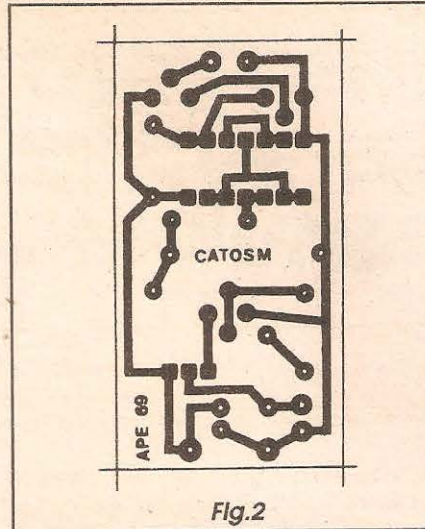

Fig.2
- FIG. 2 - LAY OUT DO CIRCUITO IMPRESSO ESPECÍFICO - O substrato elétrico e mecânico do circuito, ou seja: a placa de circuito impresso, é visto na figura em escala 1:1 (tamanho natural, portanto...), com as ilhas e pistas da sua face cobreada destacadas em negro (as áreas brancas representam as regiões onde o cobre deve ser removido na corrosão...). A cópia pode ser feita diretamente, com carbono, finalizando-se a traçagem com decalques ácido-resistentes (na prática, tal método de traçagem é necessário quando o circuito contém integrados, devido às ilhas muito pequenas, próximas umas das outras, e requerendo alto rigor posicional...). Depois de efetuadas as outras etapas (todas simples, e já detalhadas em antigas edições de APE e aulas do ABCDE...) da confecção do impresso, este deverá ser cuidadosamente conferido com a figura/gabarito... Ainda antes de se começar as inserções e soldagens, convém que o leitor/hobbysta iniciante dê uma lida nas INSTRUÇÕES GERAIS PARA AS MONTAGENS, onde se trata com detalhes do bom aproveitamento da técnica de circuito impresso, com todos os macetes e recomendações práticas necessárias...